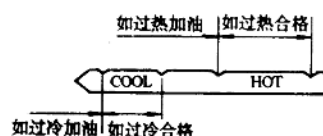

图 1—3
①将油尺拉出,加以擦拭干净。注意不要碰到发烫的排气歧管。
②重新插入油尺,尽量插到底。
③拉出油尺,观察液位,见图 1—3。如果液位器是冷的话,液位应在油尺上作有“COOL”字样量程内。同样地,如果是热的话,液位应在“HOT”的量程内。在两量程间如液位走到低的一边时,可加上自动变速装置的机油。应使变速器油经常保持在适当液位。注入过多,将会导致变速器的损坏;液位过低,则会造成打滑。